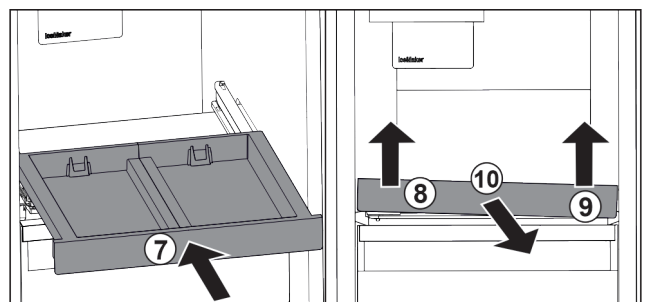

Fig. 20
- ▶ Inserire il ripiano estraibile. Fig. 20 (7)
- ▶ Sollevare il ripiano estraibile dalla parte anteriore a sinistra. Fig. 20 (8)
- ▶ Sollevare il ripiano estraibile dalla parte anteriore a destra. Fig. 20 (9)
- ▶ Rimuovere il ripiano estraibile tirandolo in avanti. Fig. 20 (10)